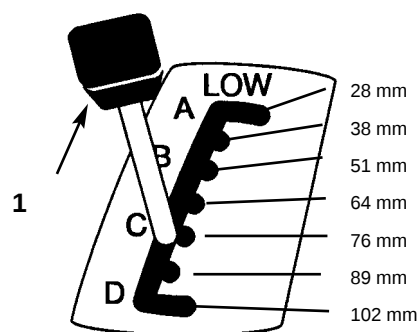

Fig. 6
2. Træk i klippehøjdehåndtaget (klippeenhedsløft) og sæt det i den ønskede stilling (fig. 6).